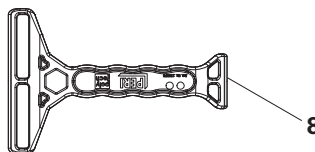

Fig. A3.00c
- Ecrou disque DW 15 (fig. A3.00c)